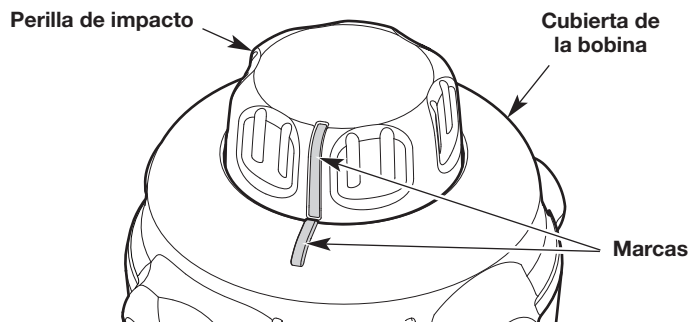

Fig. 23
3. Gire la perilla de impacto para alinear la marca de la perilla de impacto con la marca de la cubierta de la bobina (Fig. 23).